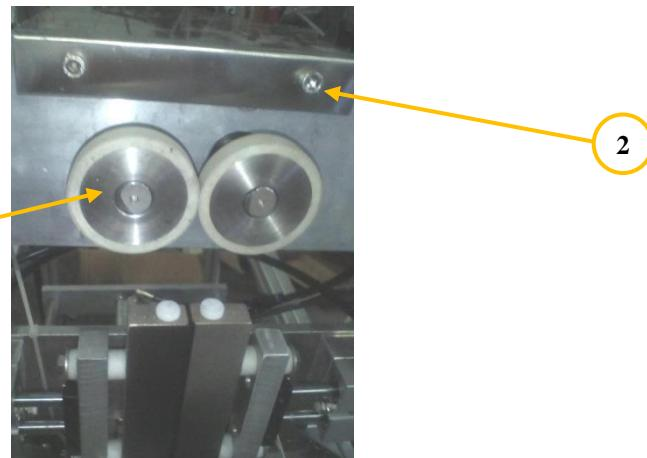

Fig. 4-4
Sistemul de tragere a foliei (fig. 4-4). Motorul pas-cu-pas, “1“, aflat in componenta sa permite calculatorului tragerea foliei in diferite lungimi, cu pauze necesare proceselor ce se executa intr-un ciclu de productie, toate acestea ajustandu-se din panoul de comanda. Acest sistem prezinta urmatoarele posibilitati de ajustare:
- ajustare stanga-dreapta a intregului ansamblu. Se slabesc suruburile aflate in partea opusa operatorului si se calibreaza manual rolele astfel in cat folia ceiese din palnie sa cada exact intre cele doua role (fig. 4-4);
- surubul “2” (fig.4-4), aflat in dreptul sistemului si in dreapta operatorului ajuta la departarea rapida a rolelor, permitand asezarea/resezarea foliei intre acestea. Se strang